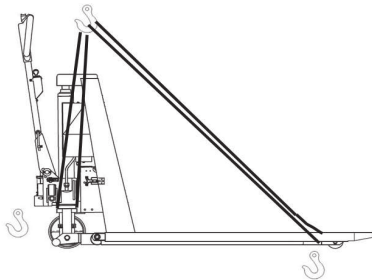

Fig. 9: Carregamento por guindaste
- Se a pega de comando se encontrar na posição "Baixar" e os garfos não se moverem para baixo, rodar a porca de ajuste para a direita até se conseguir o efeito correspondente à posição da pega. A seguir, confirmar a posição "Neutra" segundo a Fig. 9 e certificar-se de que a porca de ajuste se encontra na posição correta.
Estacionar o veículo industrial em segurança. Fixar o dispositivo de elevação nos pontos de fixação indicados na Fig. 9. Elevar o veículo industrial e transportá-lo para o local previsto. Estacionar o veículo industrial em segurança antes de remover o dispositivo de elevação. A Fig. 9 indica os pontos de fixação.